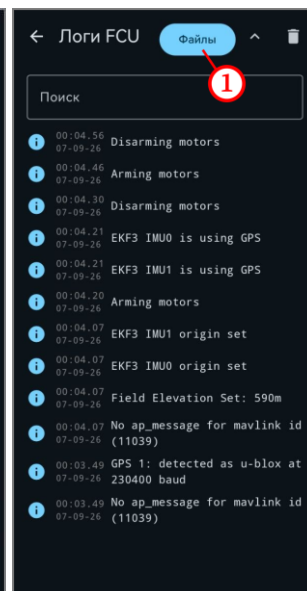

Рисунок 56
- нажать на кнопку «Файлы» (рисунок 56, шаг 1);